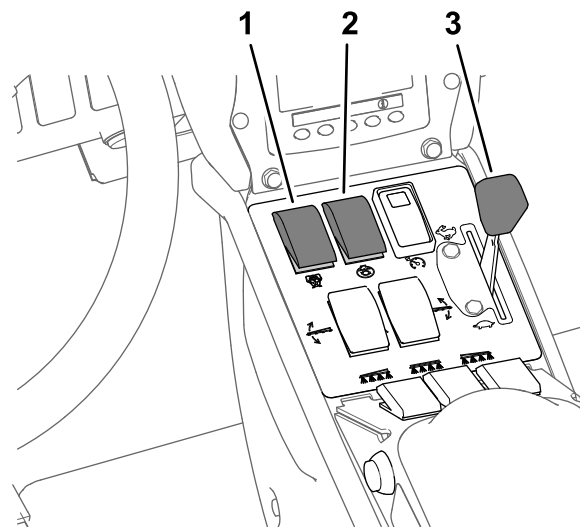

Figura 41
8. Ponga el interruptor de agitación y el interruptor de la bomba de fumigación en la posición de ACTIVADO (Figura 41).
9. Mueva el acelerador a la posición de RÁPIDO (Figura 41).
Nota: Este procedimiento supone que la bomba de fumigación está activada; consulte Figura 41, en Fumigación en el Modo de caudal de aplicación (página 38).
4. Ajuste el acelerador a la velocidad de motor deseada para la fumigación; consulte Figura 41, en Fumigación en el Modo de caudal de aplicación \(página 38\).